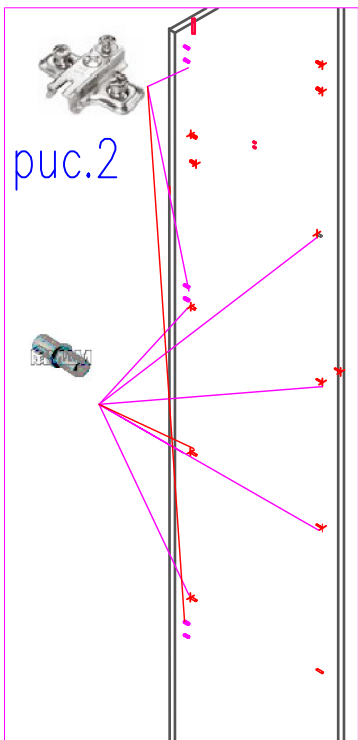

рис.2
2. На посадочные места дет.1,2 установить монтажные планки Ф. №6(.рис.2)
7. В посадочные места дет.1,2 установить полкодержатели Ф №4(.рис.2).